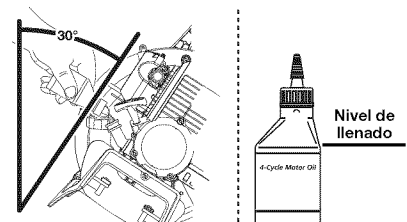

Fig. 22
4. Incline el unidad 30° (Fig. 22).
**NOTA:** Use la botella y la boquilla que guardó del uso inicial para medir la cantidad correcta. El nivel de 90 ml (3.04 onzas) está aproximadamente en la parte superior de la etiqueta de la botella (Fig. 22). Mida el nivel con la varilla de medición. Si el nivel está bajo, agregue una pequeña cantidad de aceite y vuelva a medir. No lo llene demasiado.